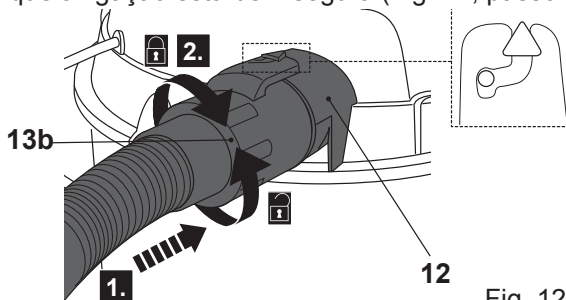

Fig. 12
- > Alinhe a seta no conector da mangueira (13b) com o marcador na abertura exterior da saída de ar (12) e deslize o conector da mangueira para a saída de ar (Fig. 12, passo 1).
- > Rode o conector da mangueira (13b) no sentido dos ponteiros do relógio e certifique-se de que a ligação está bem segura (Fig. 12, passo 2).